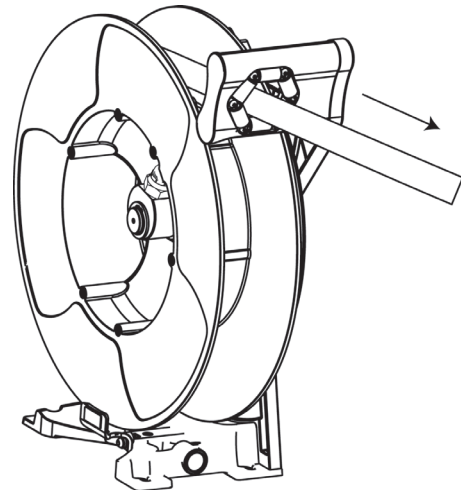

Fig. 6
1. Unwind the hose completely and then search for the ratchet locking position (fig. 6).
1. Déroulez complètement le flexible jusqu'à la dernière position de verrouillage du cliquet (fig. 6).
1. Desenrolle totalmente la manguera usada y busque la posición de bloqueo del trinquete más próxima a esta longitud (fig. 6).
2. Rollen Sie den Schlauch komplett ab und rasten Sie die Trommel ein (Fig. 6).